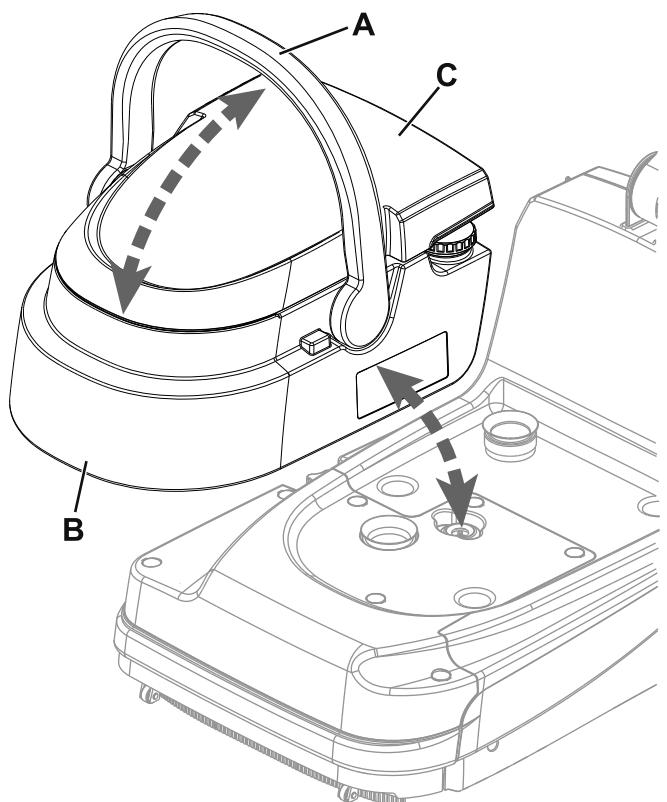

Рис. 6
- Поверните ручку (A, Рис. 6) и с ее помощью поднимите контейнер с бачками (B) из машины.
- Снимите крышку (C) и опорожните бачок для отработанной воды; по завершении работы ополосните бачок чистой водой.